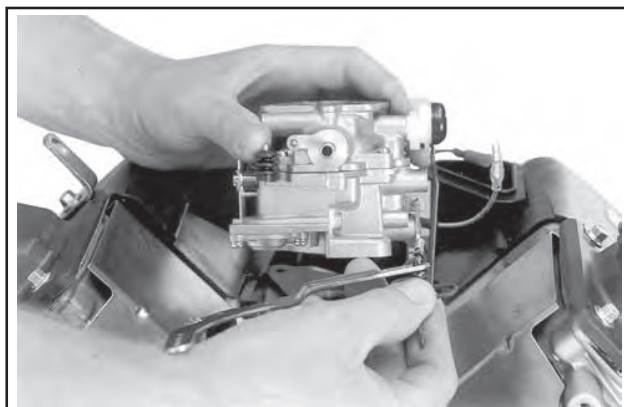

Abbildung 9-28. Abnahme der Vergasereinheit mit angeschlossenem Drehzahlreglerhebel.
3. Den Vergaser, das Gestänge der Drosselklappe und den Drehzahlreglerhebel abnehmen, ohne diese in die Einzelteile zu zerlegen. Siehe Abbildung 9-28.